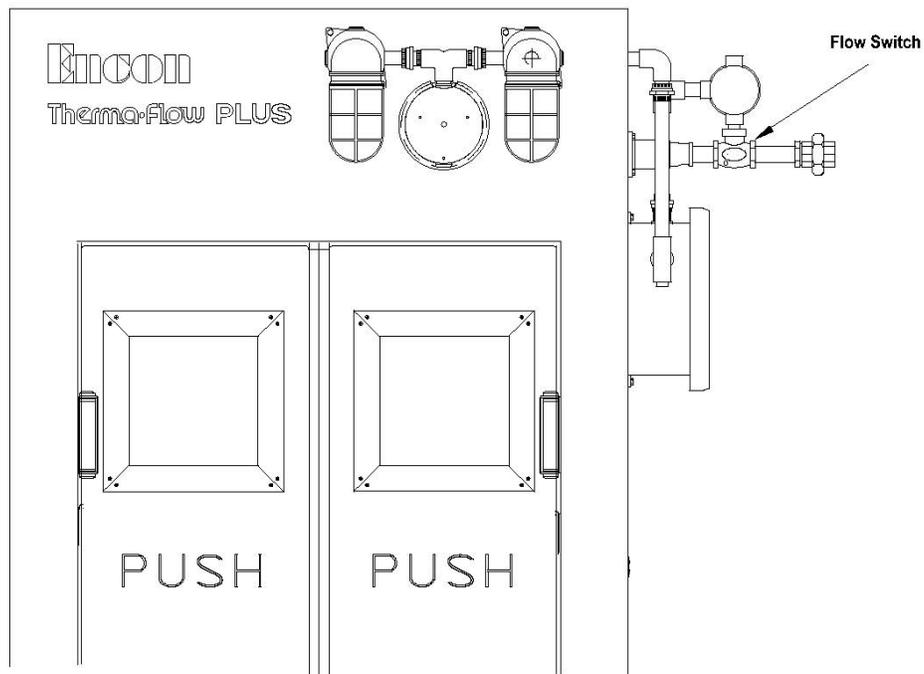

Figura 4-13. Sección superior con alarmas e interruptor de flujo
4. Afloje la tuerca del sombrerete del cuerpo del interruptor de flujo en el conducto. Retire la junta del sombrerete. Gire el sombrerete del interruptor en sentido antihorario, despejando el conducto, y retire el conjunto del interruptor de flujo del cuerpo de la unidad. No tiene que retirar el cuerpo de la unidad del sistema (consulte la figura 4-13).
5. Asegúrese de que el conjunto de canal esté limpio y sube y baja fácilmente tubo del interruptor. De ser necesario, retire el anillo de retén “A” para desmontar el canal completo y retire el anillo “B” para desmontar solo el disco (consulte la figura 4-13) para limpiar completamente el conjunto.
**Nota:** Cuando se realice la instalación del interruptor de flujo, asegúrese de que el sentido de flujo es correcto observando las marcas en la carcasa del interruptor de flujo "IN" y "OUT (consulte la figura 4-13). No permita que el compuesto sellador ingrese al interruptor de flujo.